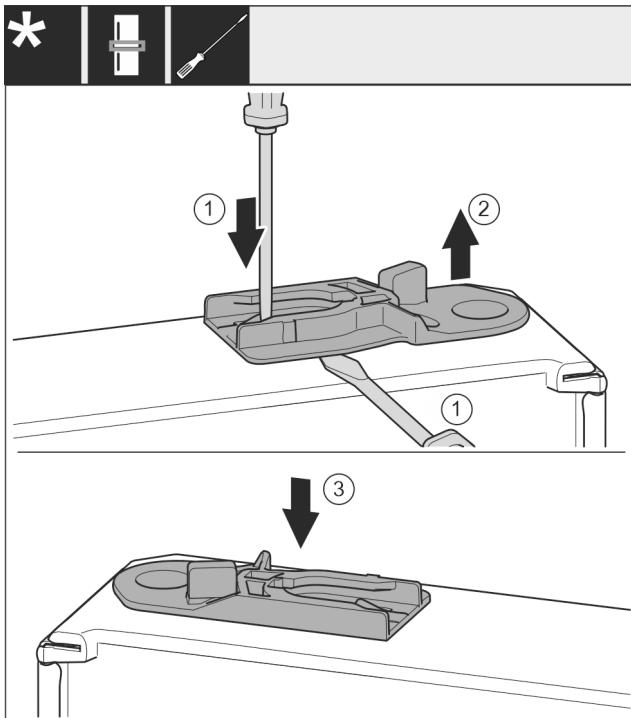

Fig. 45
- ▶ Húzza ki a vezetőhüvelyt: Nyomja a fedőlemezt Fig. 45 (1) lapos csavarhúzóval, és közben nyúljon lapos csavarhúzóval a vezetőhüvely Fig. 45 (2) alá. Záráscsillapítóval rendelkező készülékek:
- ▶ Tolja be a kiszállított csomagban található vezetőhüvelyt Fig. 45 (3) a ház másik oldalára.